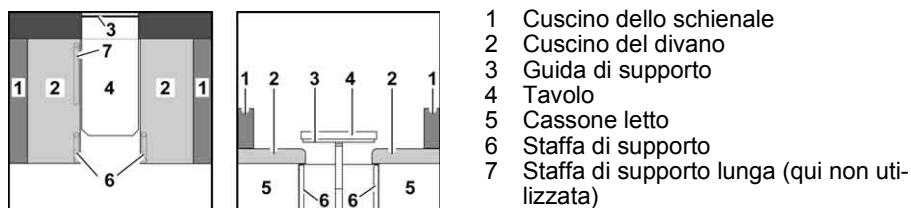
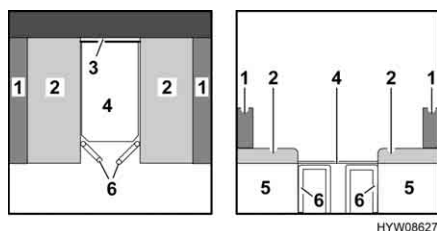

Fig. 42 Prima della trasformazione
Fig. 43 Durante la trasformazione
- Sollevare leggermente il piano del tavolo (Fig. 42,4) in avanti.
- Alzare il piano del tavolo di circa 45° e sollevarlo dalla guida di supporto superiore (Fig. 42,3).
- Sistemare i due cuscini del divano (Fig. 43,2).
- Sganciare le staffe di supporto (Fig. 42,6) sui due cassoni letto e ruotarle di circa 45° come illustrato in Fig. 43.
- Tirare i cuscini del divano (Fig. 43,2) verso il centro.